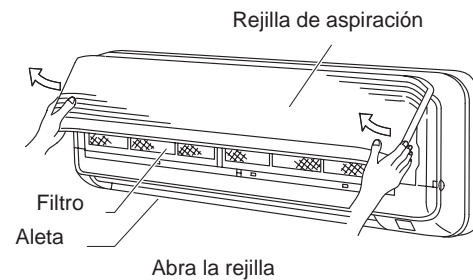

Fig. 3-53
1. Levante los dos lados de la rejilla de aspiración para abrirla. (Fig. 3-53)
2. Retire el filtro. (Fig. 3-53)